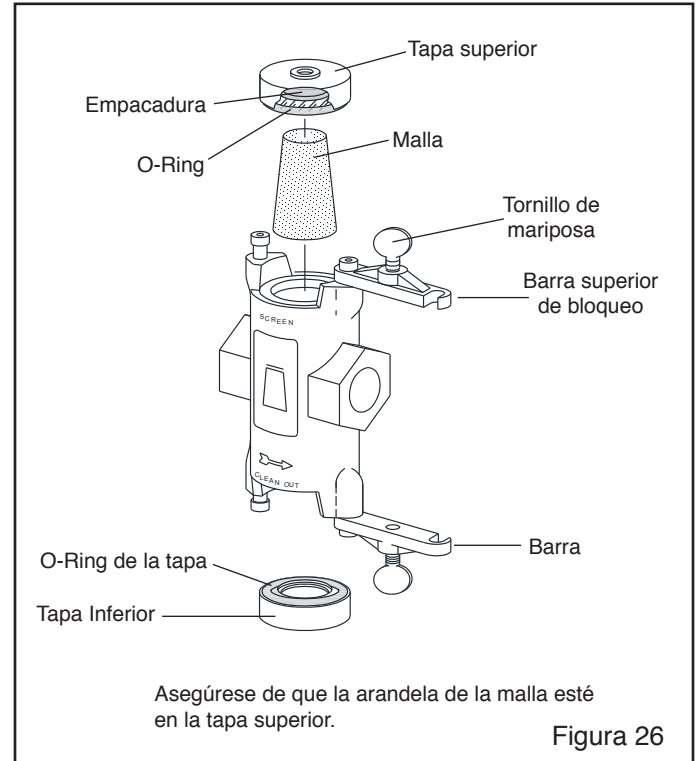

Figura 26
7.5 Trampa de Abrasivo, Refiérase a la Figura 26
7.5.7 Instale la malla en la sección superior. El diámetro menor de la malla debe mirar hacia arriba como se indica en la Figura 26.